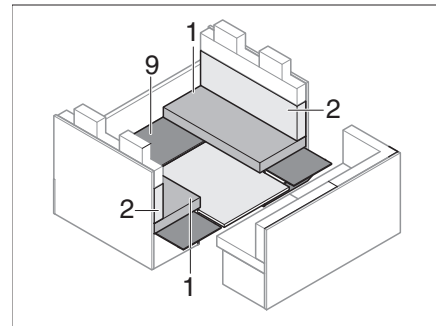

Fig. 194 Pendant la transformation
- Remettre le soubassement (Fig. 194,9) en place.